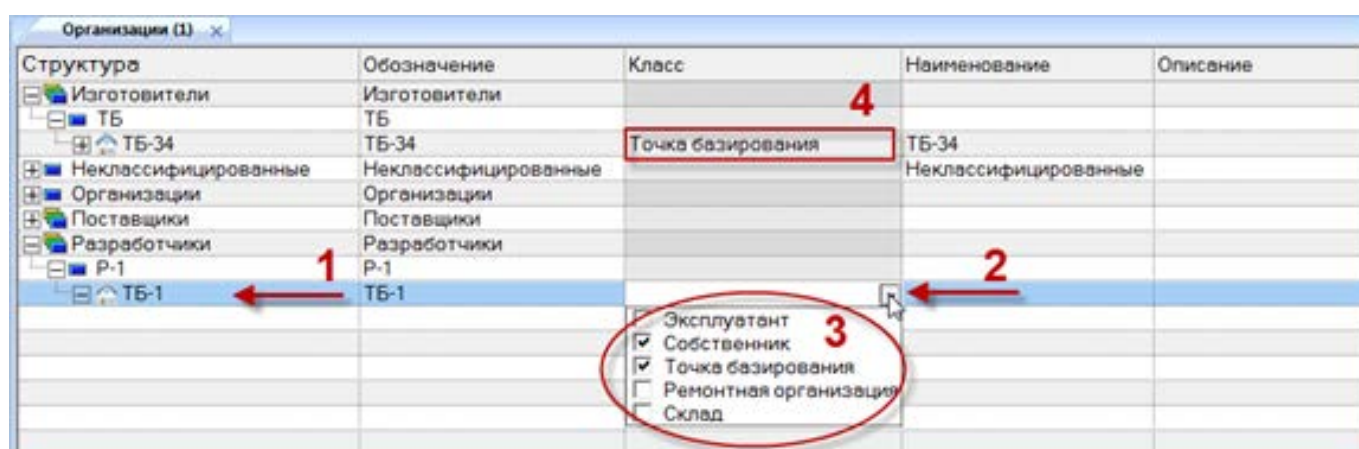

Рис. 9-21 – Поле «Класс» для организации
5) Для того чтобы указать, что организация является эксплуатантом, точкой базирования, ремонтной организацией и/или складом, нужно выбрать организацию и раскрыть список в поле «Класс» (1 – 3 на рис. 9-21). Установить нужные флаги. После закрытия поля на редактирование в нем будут перечислены выбранные значения (4 на рис. 9-21).